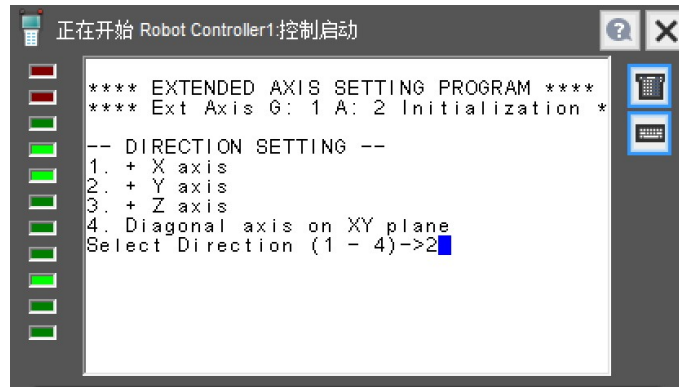

图 4.1.10
- 10) 在图 4.1.10 中，选择导轨轴运动方向，按照机器人世界坐标系选择，这里选择+Y，输入 2，点击 ENTER 键确认。